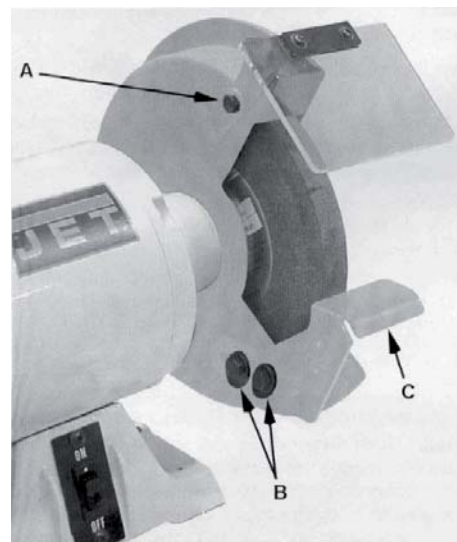

Рис. 4
- Ослабьте винты (А, Рис. 4).
- Ослабьте винты (В, Рис. 4) при помощи 12 мм гаечного ключа.